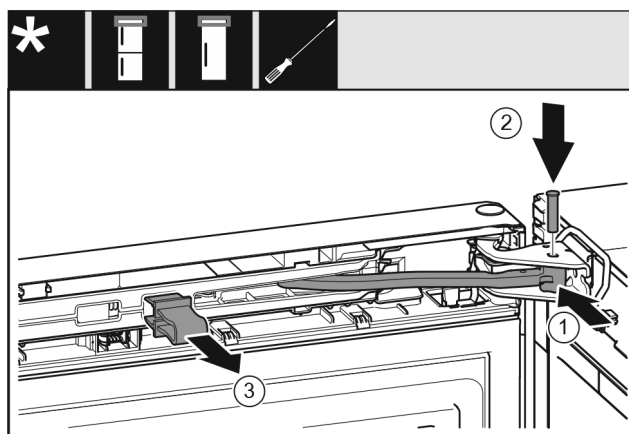

Fig. 31
- ▶ 将铰链 Fig. 31 (1) 转入托架。
- ▶ 将螺栓 Fig. 31 (2) 插入托架和铰链。同时注意止动凸轮需正确地处于凹槽中。
- ▶ 取下保险装置 Fig. 31 (3)。